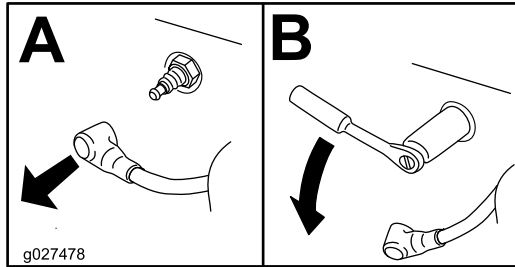

Figure 20
4. Déposez la bougie (Figure 20).